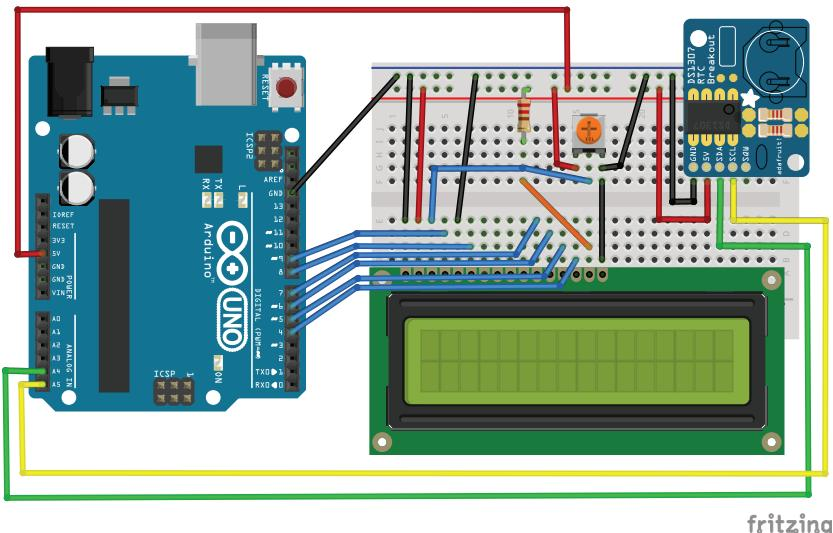

Рис. 26.1. Схема подключения модуля DS1307 и WH1602 к Arduino
Вывод SDA часов подключается к выводу SDA контроллера. SDA часов – соответственно, к SDA контроллера. В нашем эксперименте мы будем выводить дату и время, получаемые с микросхемы DS1307, на экран LCD индикатора WH1602. Схема подключения показана на рис. 26.1.
1. Подключаем модуль DS1307 и ЖКИ к плате Arduino по схеме на рис. 26.1.